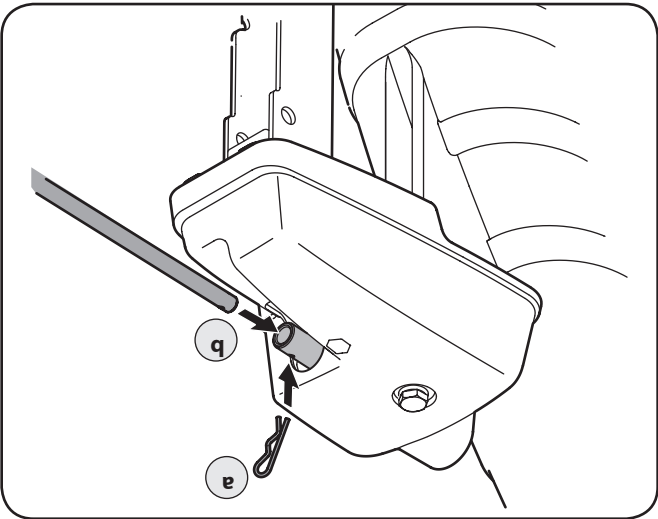

Figure 3-7
- a. Retirez la goupille fendue et insérez la manivelle de commande de la goulotte dans le raccord sur l'ensemble de la commande de la goulotte. Voir la Figure 3-7.